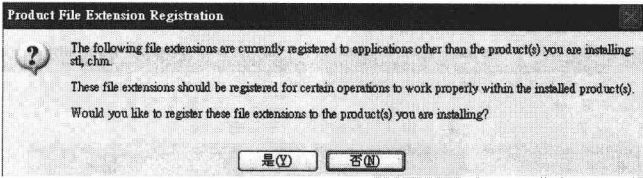

图 1.9 “Product File Extension Registration”对话框
⑦ 安装过程需要花费较多时间,之后出现“Product File Extension Registration”对话框,如图 1.9 所示。